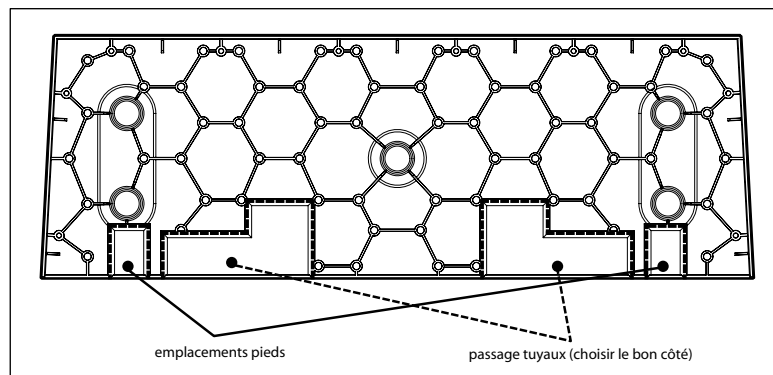

fig 10.
- Raccordez le fil de terre vert/jaune sur la borne suivant le schéma Fig10, sur la cuve du chauffe-eau